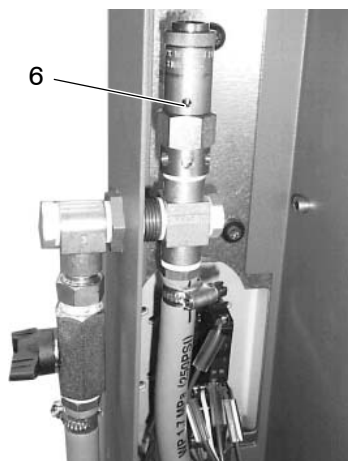

Fig. 5-3
2. Desenrosque a tampa (5, fig. 5-3).
3. Desmonte a válvula limitadora de pressão (6).